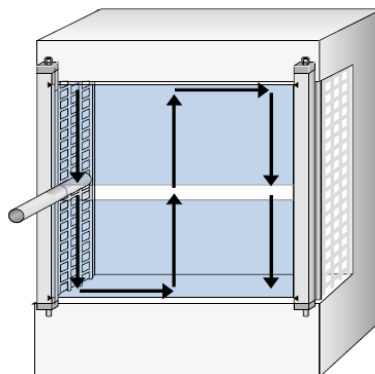

Abb. 8.8-1: Tägliche Prüfung – Schritt 1
1. Führen Sie den Prüfstab langsam durch das zu prüfende Schutzfeld wie durch die Pfeile gezeigt (s. Abb. 8.8-1). Beachten Sie während der Prüfung die OSSD-LED am Empfänger.